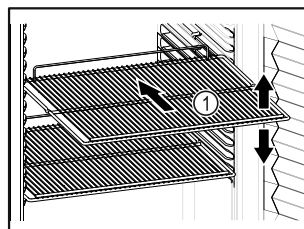

Fig. 55
- Se è possibile spostare i ripiani Fig. 55 (1), regolarli in altezza.